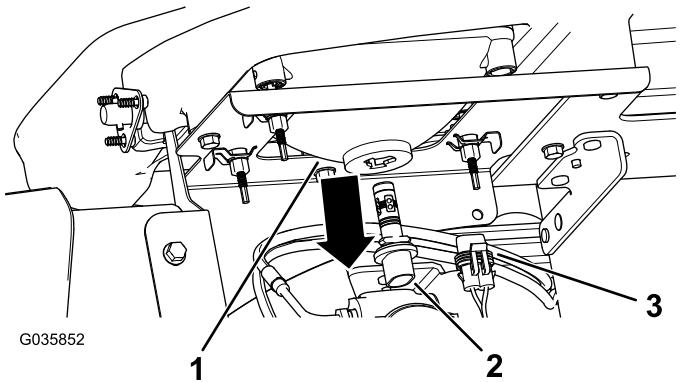

図49
3. ヘッドライトハウジングの裏側からきているランプアセンブリ用ハーネスコネクタを外す図49。
4. ランプアセンブリを左に1/4回転させて後ろに引き抜いてヘッドライトハウジングから取り出す図49。
5. 新しいランプアセンブリとヘッドライトハウジングを入れ、ランプアセンブリについているタブをヘッドライトハウジングのスロットに合わせる図49。
6. ランプアセンブリを右方向に1/4回転させて取り付ける図49。
7. ハーネス用のコネクタを、新しいランプアセンブリのコネクタに接続する図49。